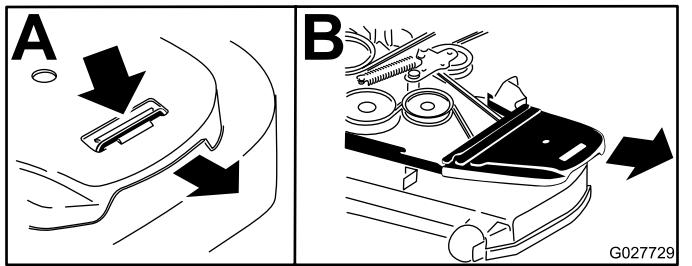

Figura 73
- Retire las cubiertas de la correa (Figura 73).